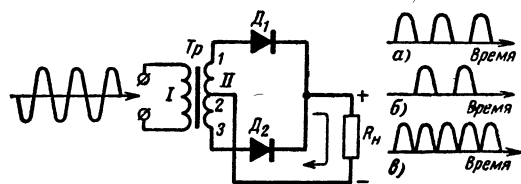
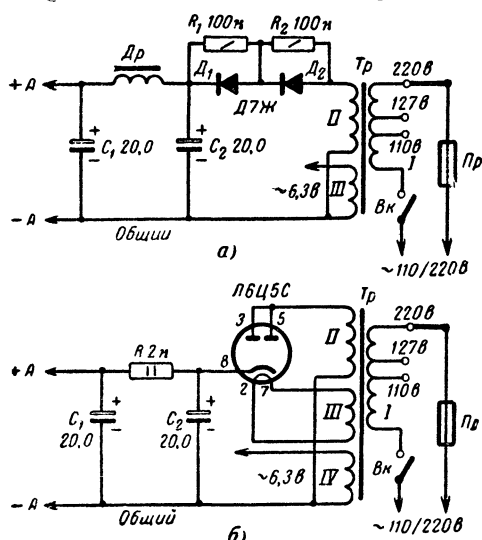

Рис. 149. Двухполупериодный выпрямитель с трансформатором и графики, иллюстрирующие работу выпрямителя.
Рис. 155. Принципиальные схемы однополупериодных выпрямителей.
Оба эти недостатка устранены в схеме выпрямителя с трансформатором, приведенной на рис. 149. Здесь выпрямляется не напряжение электросети, а напряжение вторичной обмотки (II) трансформатора. Поскольку эта обмотка изолирована от первичной (I), сетевой обмотки, к радиоконструкции, питаемой от выпрямителя, можно подключать заземление.
Две принципиальные схемы таких выпрямителей показаны на рис. 155. Сетевые обмотки I трансформаторов Tr обеих схем, рассчитанные на напряжения сети 110—220 в, идентичны. Они подключаются к сети выключателями Bk через плавкие предохранители Pr на ток 0,5—1 а.
Особенность выпрямителя по схеме на рис. 155, б заключается только в том, что в нем работает кенотрон. Соответственно трансформатор питания имеет обмотку для питания нити накала этой лампы. Кенотрон 6Ц5С двуханодный. Здесь же оба анода соединены
Выпрямитель по схеме *б* действует так же, как ранее разобранный нами двухполупериодный выпрямитель (см. рис. 149). Только там в каждом плече стоял один диод, а здесь — по два диода, которые (как в схеме на рис. 155, *а*) зашунтированы резисторами. Напряжение на выходе выпрямителя примерно равно напряжению одной секции повышающей обмотки.